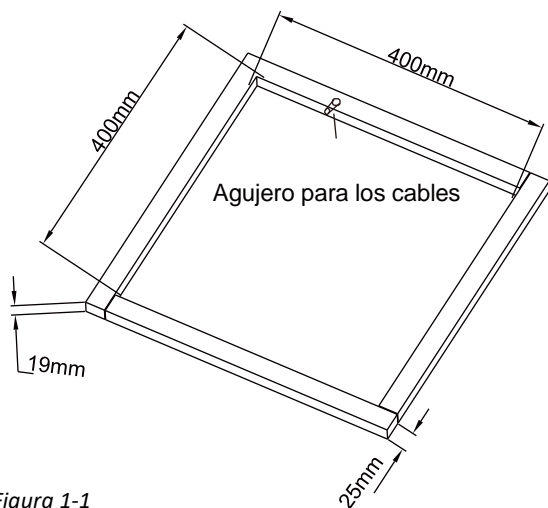

Figura 1-1
Si no se utiliza una abertura de ventilación en el techo, se cortará una nueva abertura (ver figura 1-1) en el techo del vehículo. También habrá que cortar una abertura igual en el techo interior del vehículo, tenga cuidado al cortar la abertura del techo porque si la abertura del techo está alfombrada, podrían producirse enganches. Una vez que la abertura en el techo y el techo interior tengan el tamaño correcto, se debe colocar una estructura de soporte enmarcada entre la parte superior del techo exterior y el techo interior:
2. Debe ser capaz de mantener la superficie exterior del techo y el techo interior separados y soportarlos, de manera que cuando el acondicionador de aire de la azotea y el conjunto del techo estén atornillados, no se produzca ningún colapso. En la Figura 1-1 se muestra un marco de soporte típico.